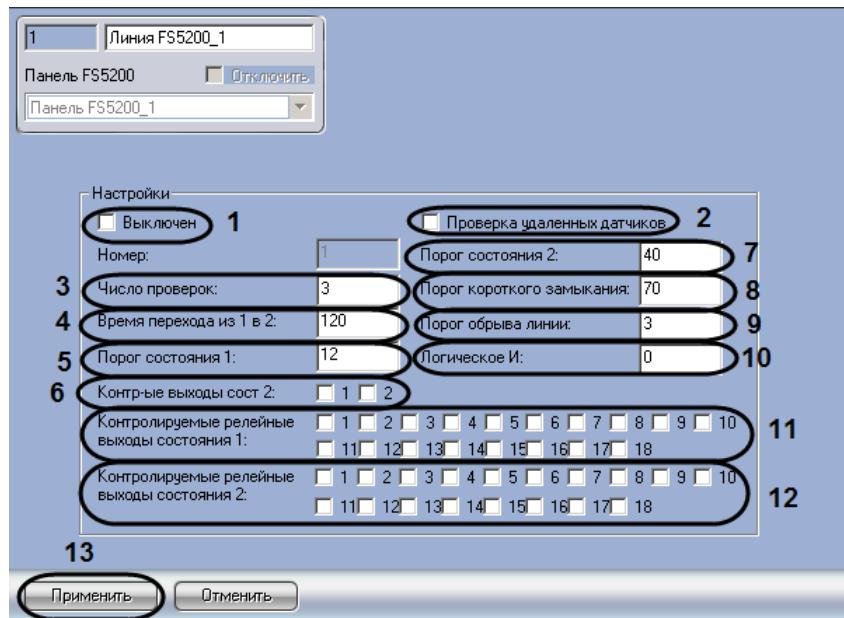

Рис. 3.5—4 Панель настроек объекта Линия FS5200
- Для прекращения опроса линии необходимо установить флагок **Выключен** (см. Рис. 3.5—4, 1).
- Для осуществления проверки удаленных датчиков необходимо установить флагок **Проверка удаленных датчиков** (см. Рис. 3.5—4, 2).